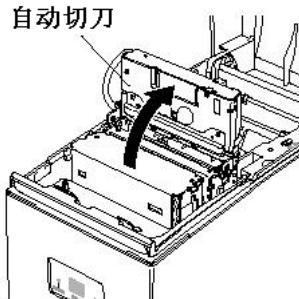

图5-9 打开切刀
③把自动切刀拿起竖直按图 5-9 所示方向。
① 关掉打印机电源，从交流插座中拔出打印电源线。
② 打开机盖。
③ 对自动切刀型，抬起切刀至垂直位置，如图 5-9 所示。